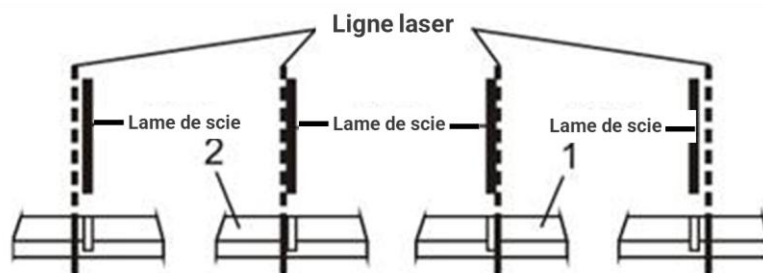

Fig. 25
- a) Suivez le schéma de mouvement de la tête de coupe (3).
- b) Ne coupez qu'en partie à travers la pièce Fig. 25. Vous aurez besoin du trait de scie pour régler le laser.
Maintenant que vous avez effectué une coupe d'essai, le laser doit être aligné de manière à ce qu'il soit immédiatement à côté de la ligne de coupe (Fig. 25).